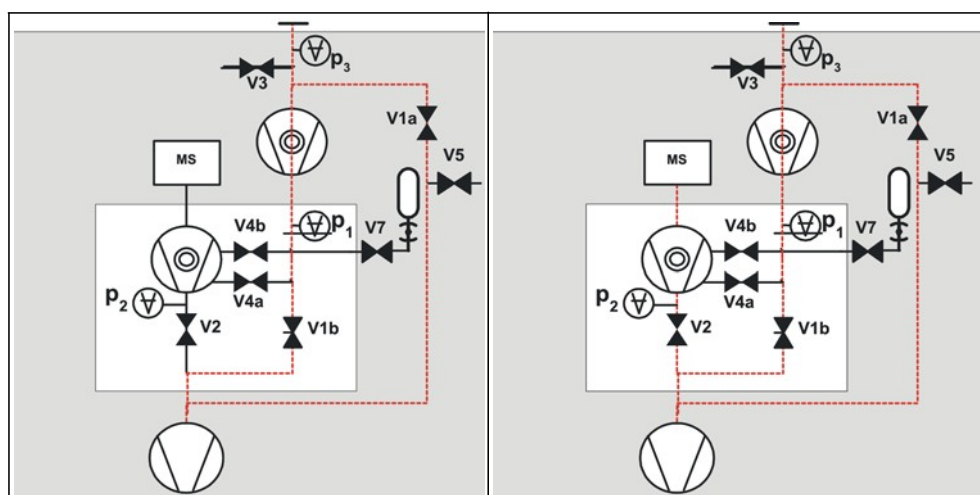

Рис. 4-7: слева: Откачка (без измерения), справа: Режим GROSS (Грубый)
**Рекомендация** Специальная настройка течеискателя UL5000 останавливает процедуру автоматического переключения диапазонов, как описано выше. Только в режиме *Gross only* (см. раздел 6.3 «Режим») прибор остается в режиме GROSS (рис. 4-7, справа) независимо от давления на входе.